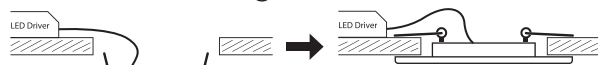

Рис. 2
5. Установите светильник в потолок, отогнув пружинные крепления. Убедитесь что светильник встал на место и пружинные крепления разогнулись (Рис. 2).
5. Встановіть світильник в стелю, відгнучи пружинні кріплення. Переконайтеся що світильник встав на місце і пружинні кріплення розігнулися (Рис. 2).